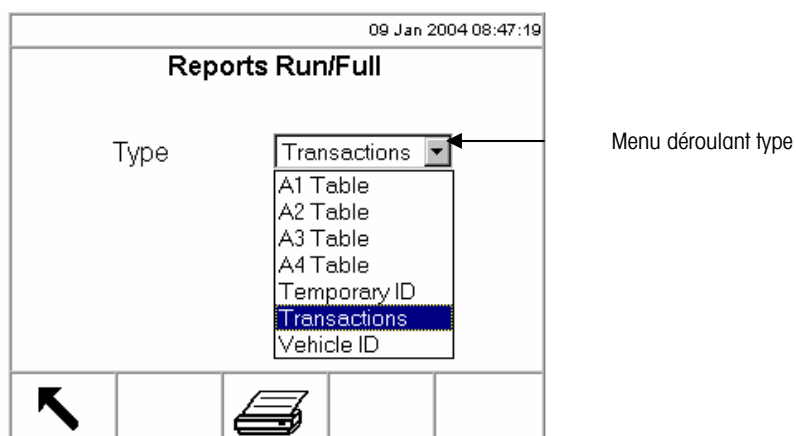

Figure 2-18 : Écran Exécution rapports/Plein
1. Appuyez sur la touche programmable EXÉCUTER UN RAPPORT . L'écran Exécution rapports/Plein s'affiche (voir Figure 2-18).
Si la valeur de fin est vide, tous les enregistrements dont les dates sont postérieures à la date de début sont inclus dans le rapport. Si la valeur de début est vide, tous les enregistrements dont les dates sont antérieures à la date de fin sont inclus dans le rapport. L'exemple de Figure 2-18 indique le comptage de transactions pour le Champ 2 avec une valeur de début vide et une valeur de fin de 548. Tous les enregistrements dont le comptage de transactions se trouve entre 1 et 548 et entre le 21 juillet et le 21 novembre 2003 seront inclus dans le rapport.